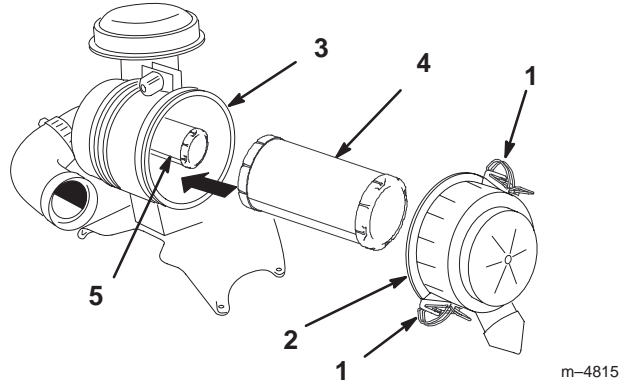

Figure 36
2. Ouvrez les dispositifs de verrouillage du filtre et ôtez le couvercle du corps du filtre (Fig. 36).
4. Sortez l'élément primaire du corps du filtre avec précaution (Fig. 36). Évitez de cogner l'élément à l'intérieur du corps. N'enlevez pas l'élément de sécurité, sauf si vous voulez le remplacer également.
2. Si vous remplacez l'élément de sécurité, insérez-le avec précaution dans le corps du filtre (Fig. 36).
3. Installez ensuite l'élément primaire sur l'élément de sécurité avec les mêmes précautions (Fig. 36). Assurez-vous qu'il est bien engagé en appuyant sur le rebord extérieur de l'élément que vous installez.
4. Reposez le couvercle, le côté portant l'inscription UP étant tourné vers le haut, et fermez les dispositifs de verrouillage (Fig. 36).